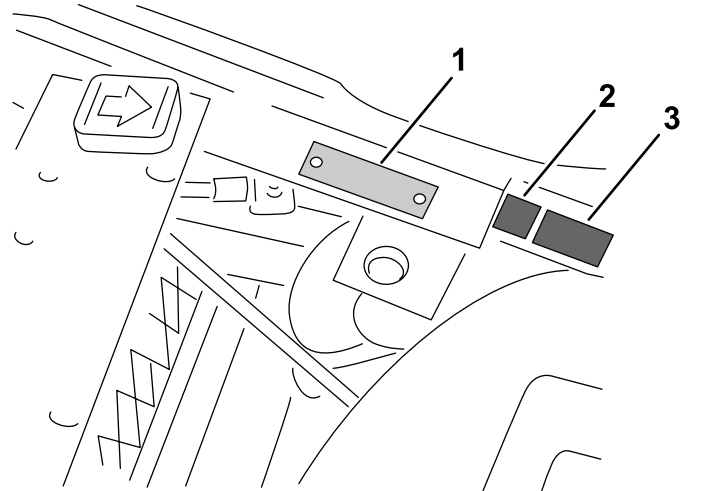

图 11
- 将 CE 标贴和生产年份标贴粘贴在脚踏板支架上的序列号牌附近图 11。